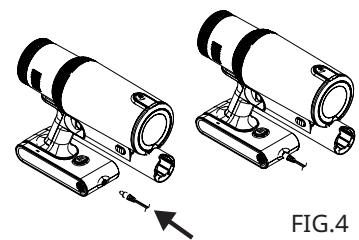

FIG.4
1. Coloque la unidad cerca de una toma de corriente eléctrica y enchufe el cargador. (FIG. 4)